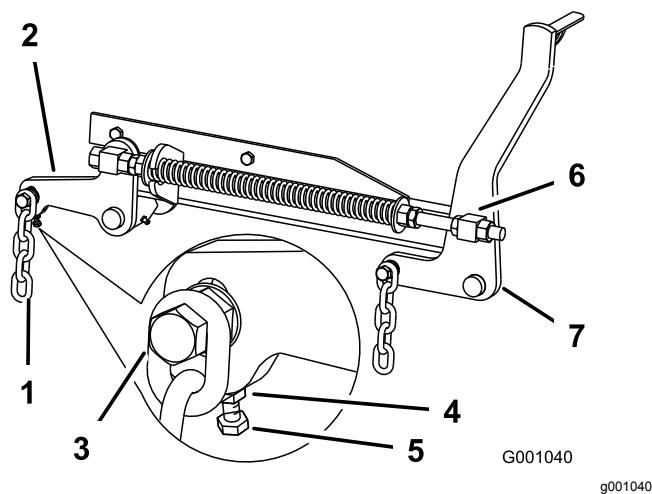

Bild 75
7. Wenn die Werte an den Stellen **B** oder **C** falsch sind, lösen Sie die Schraube, mit der die hintere Kette am hinteren Stützarm befestigt ist (Bild 75).
8. Lösen Sie die Klemmmutter unter dem hinteren Stützarm und stellen Sie die Einstellschraube so ein, dass Sie einen Wert von 7,9 mm bis 8,3 cm erhalten (Bild 75).
7. Lösen Sie die Klemmmuttern des vorderen Drehzapfens, vorne am rechten und linken Drehzapfen, um ungefähr 13 mm (Bild 75).
8. Stellen Sie die Hubmutter auf der linken und rechten Seite der Maschine so ein, dass Sie vorne an Stelle **A** einen Wert erzielen, der um 6 mm bis 10 mm niedriger ist als hinten an Stelle **B** (Bild 75).